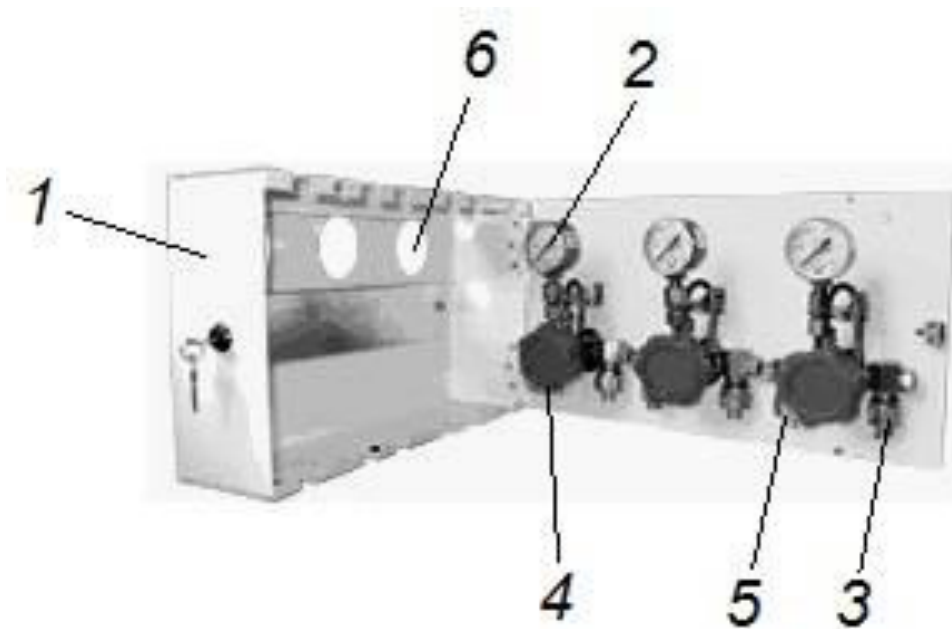

Рис.1 Поэтажная коробка ПК-4М(3х3)
4.1 Внешний вид коробки показан на рис.1